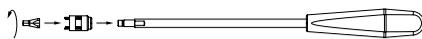

Fig. 8
- Enroskar manualmente el aplicador de tornillos de bloqueo, ver Fig. 8.